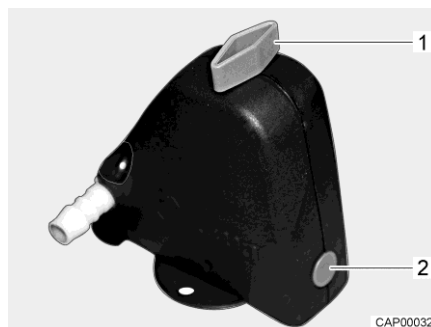
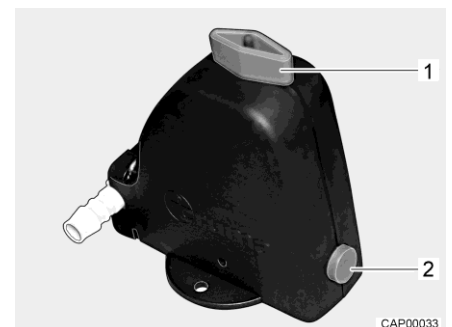

Bild 105 Säkerhets-/avtappningsventil stängd
Bild 106 Säkerhets-/avtappningsventil öppen
- Öppna säkerhets-/avtappningsventil (Bild 105). Vrid vredet (Bild 105,1) mot säkerhets-/avtappningsventilen. Tryckknappen (Bild 105,2) skjuts ut. Den öppna säkerhets-/avtappningsventilen visas i Bild 106.